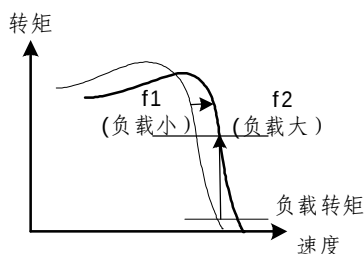

图 4-10 转差补偿控制
(3) 电机额定电流 (Cn-09)
(4) 电机空载电流 (Cn-10)
- 如下图 4-10 转差补偿功能，输出频率由 f1→f2 以减少因负载变动造成的速度变动。
(5) 电机额定转差 (Cn-11)
- 作为转差补偿控制用，参考上图 4-10 转差补偿控制。
- 若在恒功率区域，则转差以线性倍数增加，请参阅图 4-10。